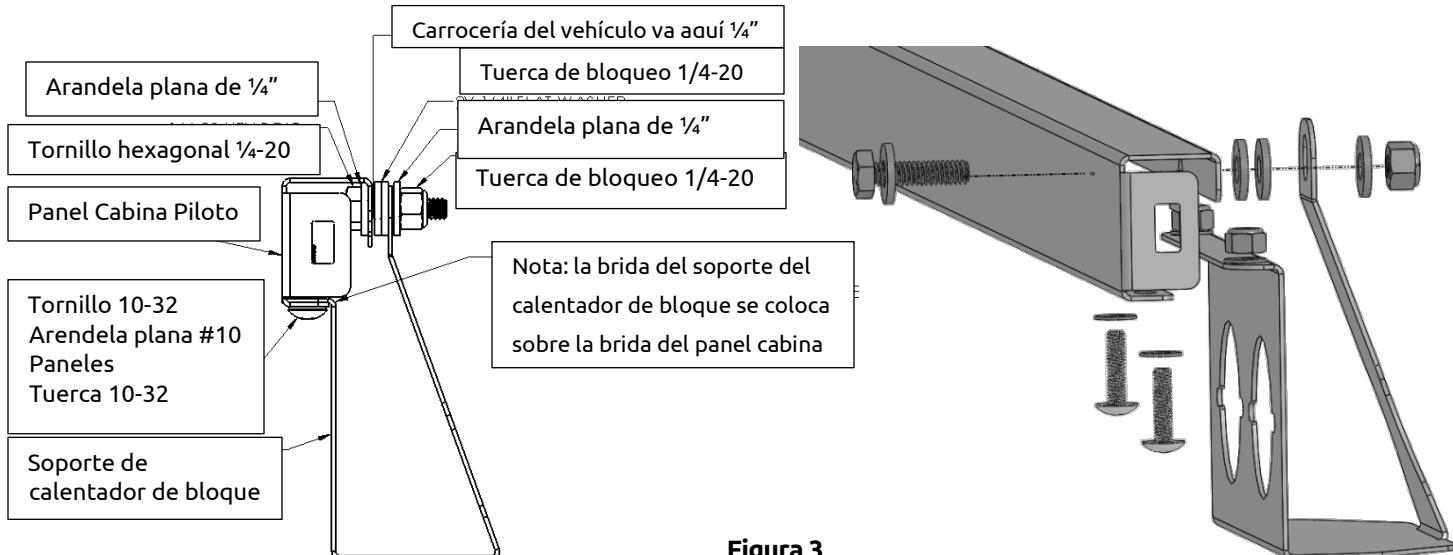

Figura 3
4. Quite el panel cabina y perfore los (3) agujeros con una broca 9/32".
5. Monte el panel cabina usando los (3) tornillos hexagonales provistos 1/4 -20 con arandelas planas y tuercas de bloqueo.
- a. Para el lado del piloto, monte el ensamble de Soporte de Calentador de Bloque con el tornillo de montaje trasero del panel cabina (ver Figura 3)